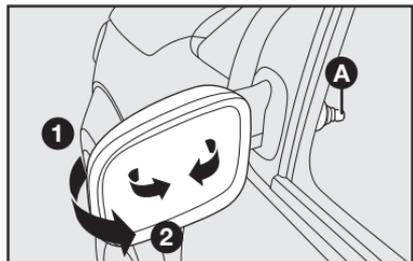

fig. 15
Com regulagem interna manual fig. 15.
**Se a saliência do espelho criar dificuldades numa passagem estreita, dobre-o da posição 1-fig. 15 para a posição 2.**